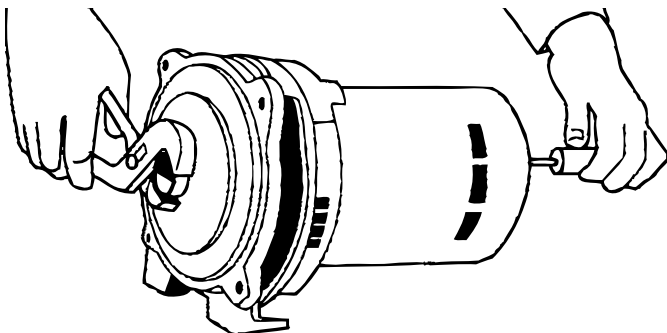

Figura 11 - Saque el impulsor
5. Saque el impulsor, sujetando el eje de la bomba con pinzas para bomba de agua y destornille el impulsor a la izquierda, en dirección contraria a las agujas del reloj mirando hacia el impulsor para sacarlo (Figura 11). También se puede sacar el impulsor empujando el casquete del eje del motor hacia afuera. Coloque un destornillador en el extremo con ranura del eje y sosténgalo para impedir que el eje gire. Destornille el impulsor en la dirección contraria a las agujas del reloj.
5. Sujete el eje de la bomba con pinzas y destornille el impulsor como se ilustra (Figura 11.)